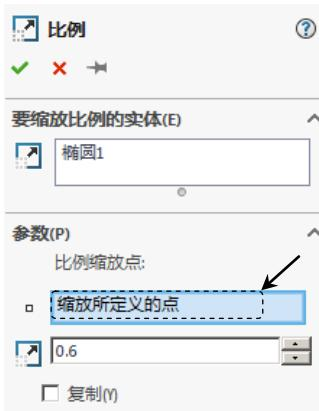

图 4.7.28 “比例”对话框
Step3. 选择命令。选择下拉菜单**工具(T)** → **草图工具(I)** → **缩放比例(S)...** 命令（或在“草图”工具栏中单击Z按钮），系统弹出如图 4.7.28 所示的“比例”对话框。